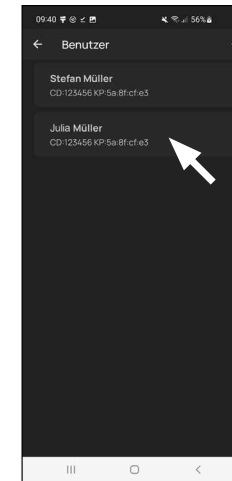

Abb. 7
- ! **Hinweis:** Sofern Sie Öffnungsmedien für weitere Benutzer eingeben möchten, gehen Sie ein Menü zurück und wählen den gewünschten Benutzer aus (Abb. 7). Wiederholen Sie für diesen Benutzer die Schritte dieses Kapitels.